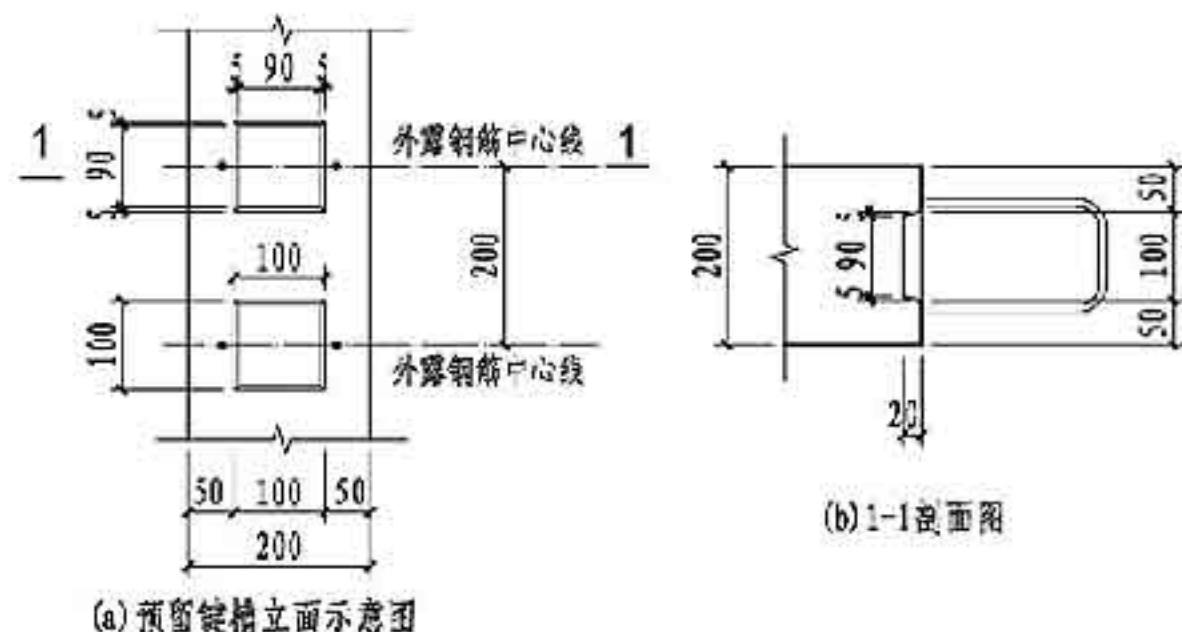

图1 预制内墙板两侧键槽示意图
5.8 本图集预制内墙板与后浇混凝土的结合面按粗糙面设计,粗糙面的凹凸深度不应小于6mm,预制墙板侧面也可按图1设置键槽。